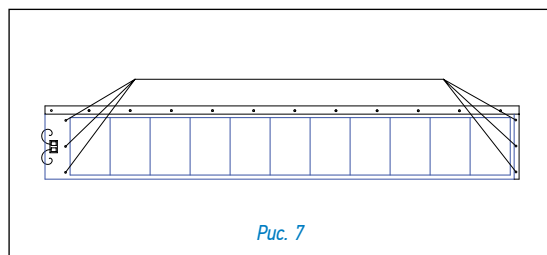

Рис. 7
#### Укладка TEGOSOLAR методом «направления» (рис. 7)
- Для крепежа L-профиля в панели сделайте 3 дополнительных отверстия (согласно рис. 7), в качестве трафарета используется L-профиль;